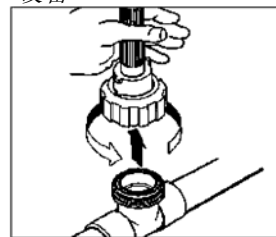

图 22
- 关闭隔离阀,打开采样阀,为系统减压。松开联结圈,将探测器从流量装置上取下。将探测器垂直拉出,不要水平移动,防止折断(参看图 22)。检查探测器,如果积垢或污物,请按第 9 部分——“维护”中的说明清洗探测器。
- 关闭隔离阀,打开采样阀,为系统减压。松开联结圈,从流量装置上取下探测器。将探测器垂直拉出,不要水平移动,避免折断 (参看图 22)。检查探测器,如果有积垢或污物,参考 40 页第 10 部分“维护”,清洗传感器。
9. 倒掉高缓冲溶液。将 pH 探测器重新安装到流量装置中，关闭采样阀，并打开隔离阀（参看图 22）。重要事项：在继续下一步之前，等待 2 分钟，使探测器稳定！重复按下 HOME（首页）键，返回 SYS DATA（系统数据）。按下 ENTER（回车）键，检查校准。